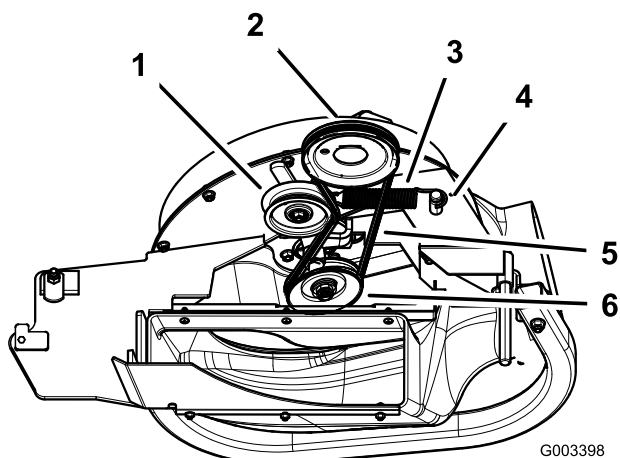

Figure 35
3. Tirez sur la poulie de tension à ressort pour détendre la courroie (Figure 35).
5. Montez la nouvelle courroie autour des poulies du ventilateur et de la poulie du plateau de coupe (Figure 35).
7. Tirez en arrière la poulie de tension rappelée par ressort et placez la courroie dessus (Figure 35).